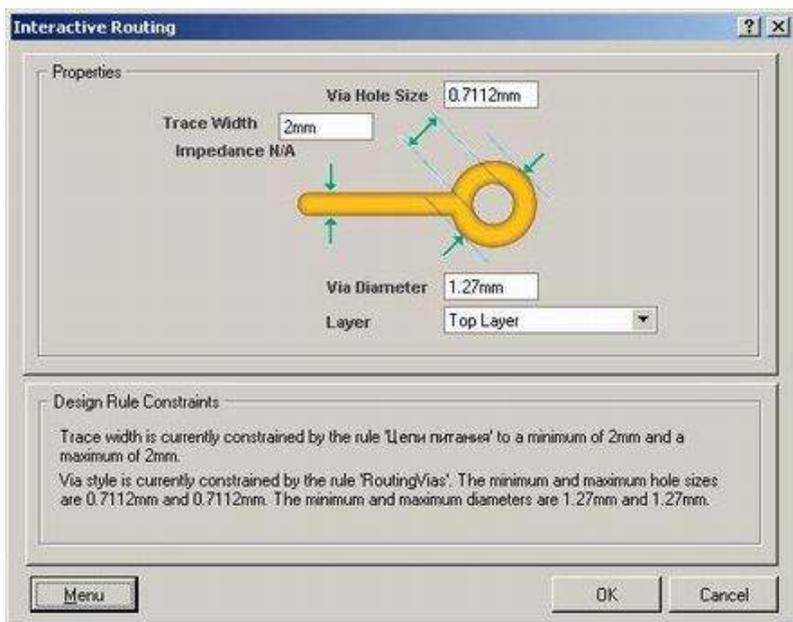

Рис. 14. Окно задания параметров интерактивной трассировки
8. Развести цепи питания аналогичными действиями. Если потребуется, изменить правила трассировки в отношении размеров контактных площадок и ширины проводников. Нажатием клавиши *Tab* открывается окно *Interactive Routing* (рис. 14).